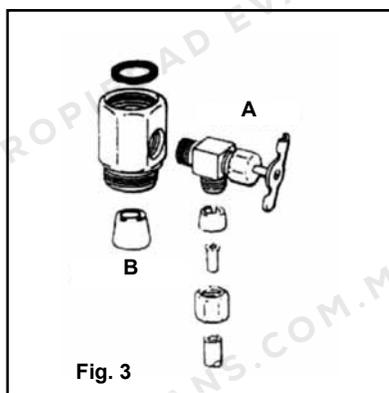

Fig. 3
2 Localice el adaptador de alimentación de agua en el kit de instalación. La válvula de aguja (A) debe ser instalada dentro de la junta adaptadora (B) antes de que el ensamble sea conectado a la línea de alimentación de agua. Vea (Fig.3) (La cinta de teflón debe ser usada en la válvula para prevenir goteras).